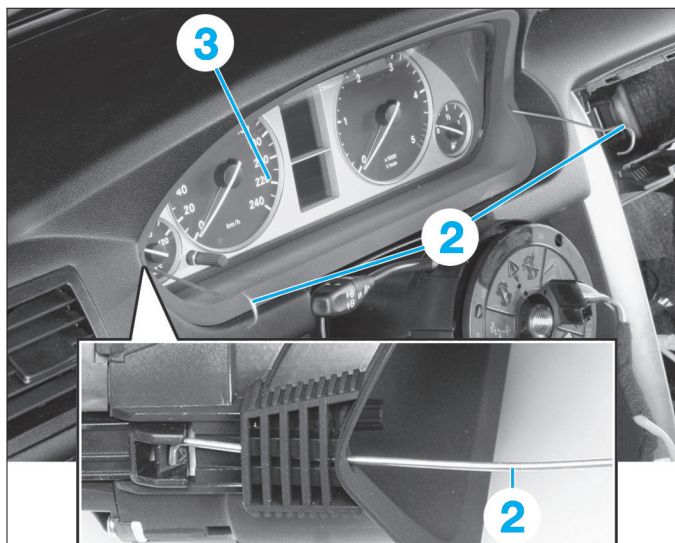

FIG. 7
- Déposer le combiné d'instruments. Pour cela (Fig.7) :
- introduire des crochets (2) d'environ 40 mm,
- tirer le combiné d'instruments (3) vers l'arrière,